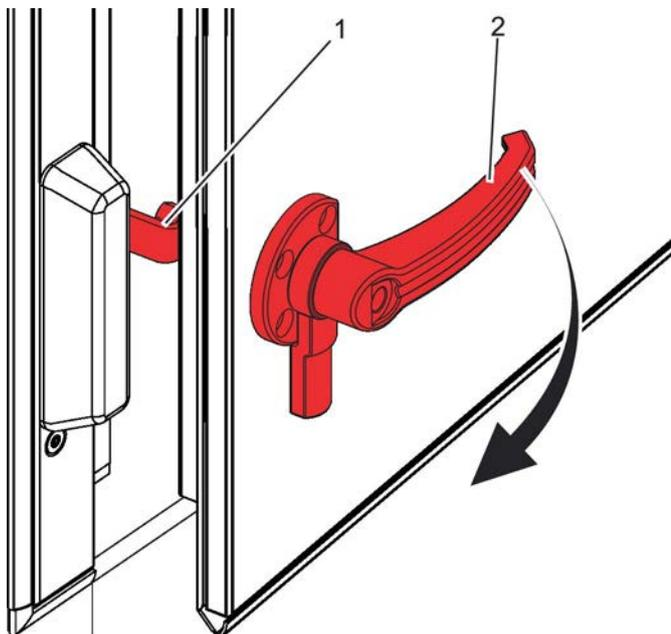

Fig. 23: Libération du loquet de sécurité
3. ▶ Tourner la poignée de la trappe (Voir la Fig. 23/2) de 90° dans le sens horaire.
- ⇒ Le verrou de sécurité se libère (Voir la Fig. 23/1) ; la trappe peut maintenant s'ouvrir complètement.